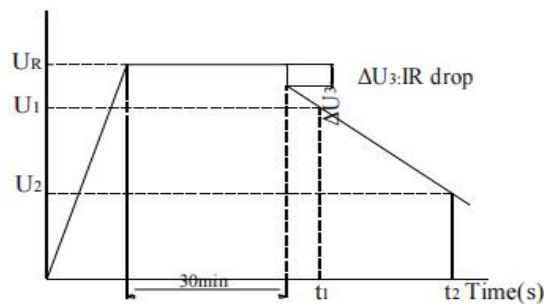

图 2 充放电曲线图
在额定电压以恒定电流放电过程中, 测量电容器两端电压从放电开始到  $U_1$  和  $U_2$  的时间  $t_1$  和  $t_2$ , 如图 2 所示, 根据下式计算电容器的容量:
- 5) 测量并记录电容器两端电压从  $U_1$  到  $U_2$  的时间  $t_1$  和  $t_2$ , 如图 2 所示,